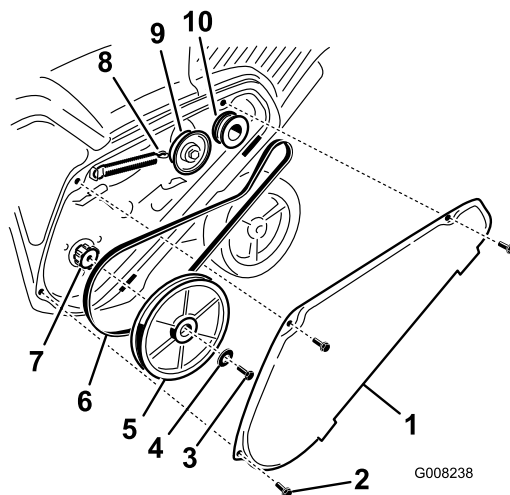

Figure 36
- Enlevez le couvercle de la courroie d'entraînement après avoir retiré les 3 boulons comme illustré (Figure 36).
- Décrochez le ressort de frein du bras de la poulie de tension pour détendre la courroie (Figure 36).
- Enlevez la vis et la rondelle bombée qui retiennent la poulie de rotor (Figure 36).
- Retirez la poulie de rotor et la courroie d'entraînement (Figure 36).
Remarque: Acheminez la courroie neuve autour de la poulie du moteur, puis de la poulie de tension, et enfin autour de la poulie de rotor desserrée, située juste au-dessus de l'arbre de rotor (Figure 36).
- Montez la poulie de rotor sur l'arbre de rotor (Figure 36).
- Montez la rondelle bombée et le boulon de fixation de la poulie de rotor, et serrez-les solidement (Figure 36).